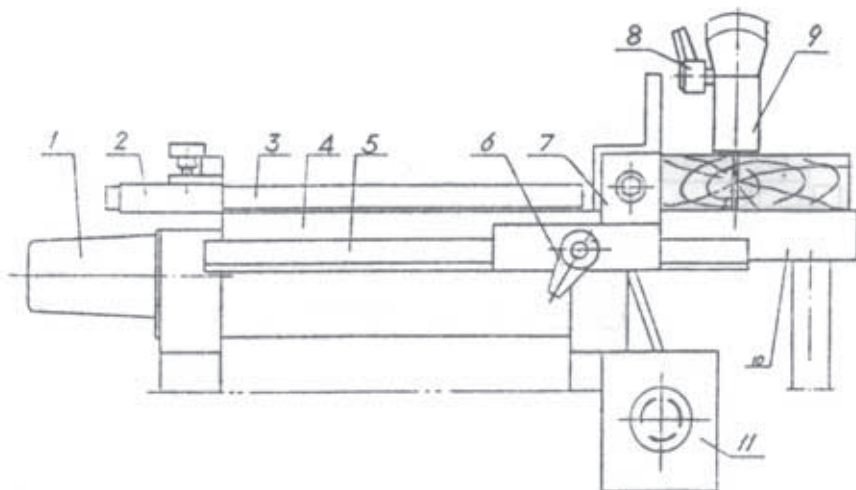

fig. 12
- În timpul lucrului poziția dvs. trebuie să fie ca cea din fig. 12.